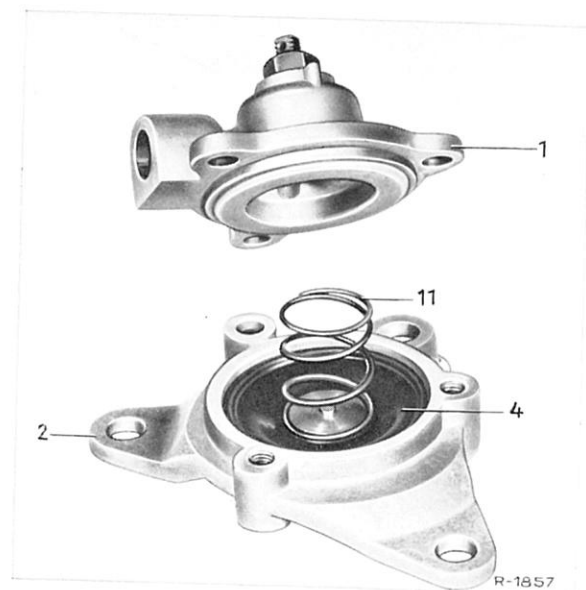

Bild 27-17/2
Zum Ausbau der Membran kann der Modulierdruckgeber im Getriebe verbleiben; die Membran ist nach Abnahme des Deckels (1) zugänglich (Bild 27-17/2).